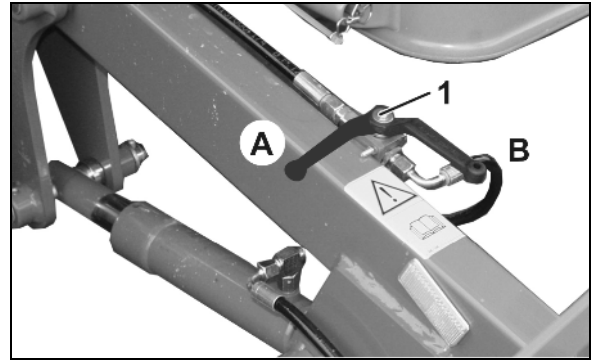

Рис. 94
7. Установите рычаг селектора (Рис. 94/1) в положение **A**.
4. При помощи гидравлики разложите загрузочный шнек (Рис. 94/2).
6. При помощи гидравлики приведите в действие загрузочный шнек (Рис. 94/1).
9. При помощи гидравлики сложите загрузочный шнек (Рис. 94/2).